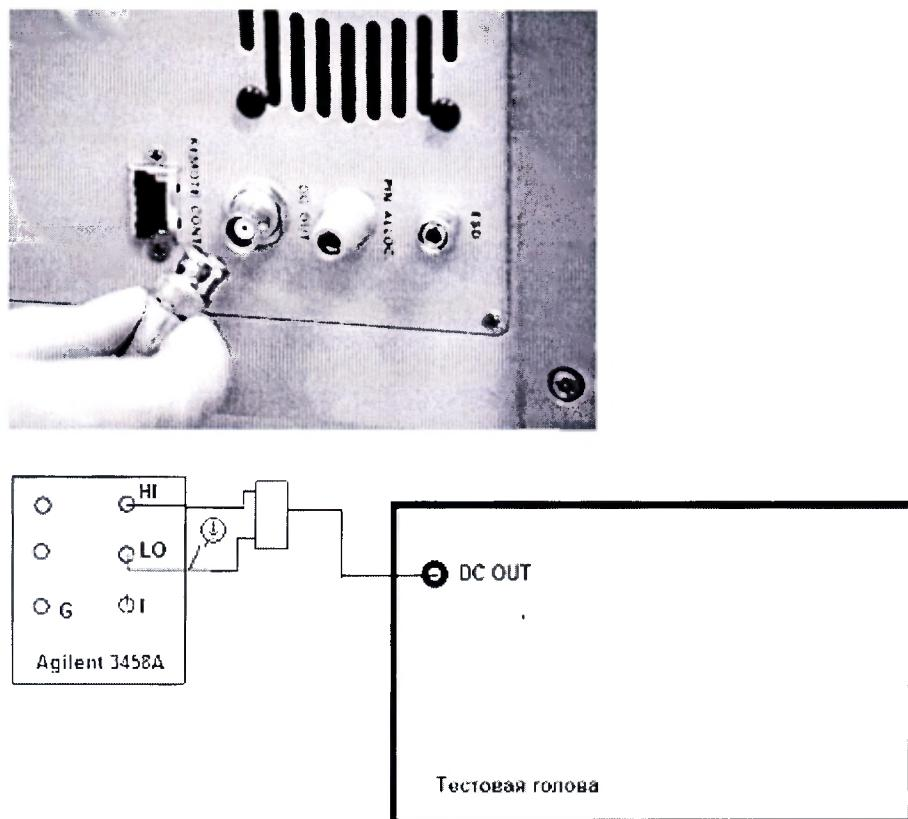

Рисунок 1
8.4.1.1 Собрать измерительную схему в соответствии с рисунком 1. Соединить мультиметр 3458А и гнездо DC OUT на контрольной панели блока измерительного с помощью кабеля BNC–двуихполюсная вилка. Провод, отмеченный знаком “земля”, присоединить к гнезду вольтметра LO, другой к HI рис.1.